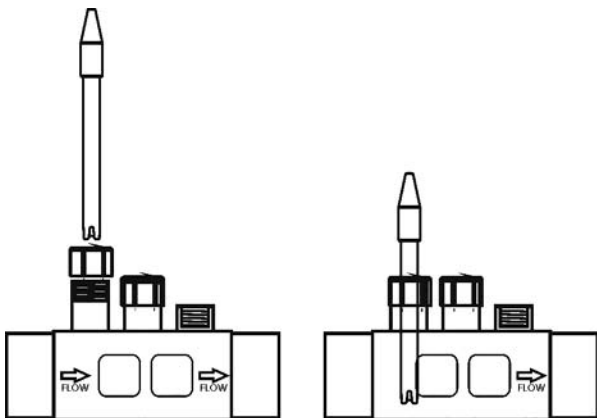

Fig. 12
1. Inserire le sonde di pH/ORP forniti con il sistema negli appositi alloggi del porta-sonde. (Fig. 12)